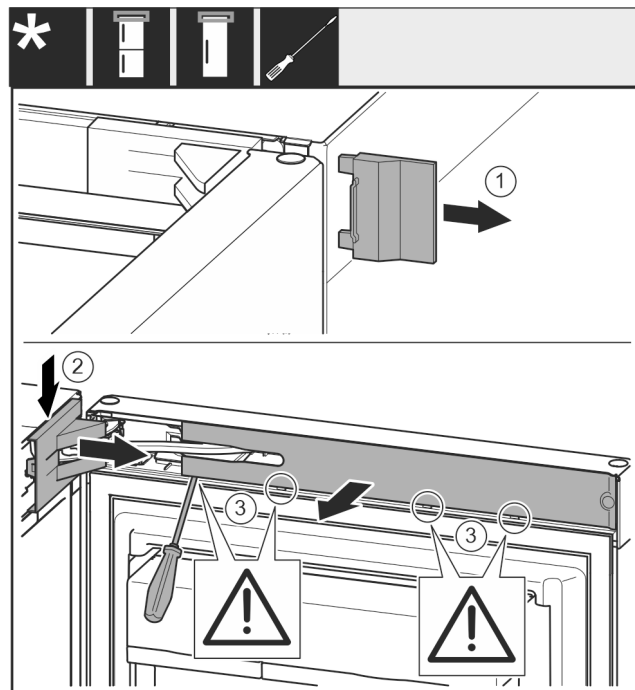

Fig. 8
- Ta bort det yttre skyddet. Fig. 8 (1)
- Haka av lagerbocksskyddet och lossa det. Ta bort lagerbocksskyddet. Fig. 8 (2)
- Lossa panelen med hjälp av en spårskruvmejsel och vrid den åt sidan. Fig. 8 (3)